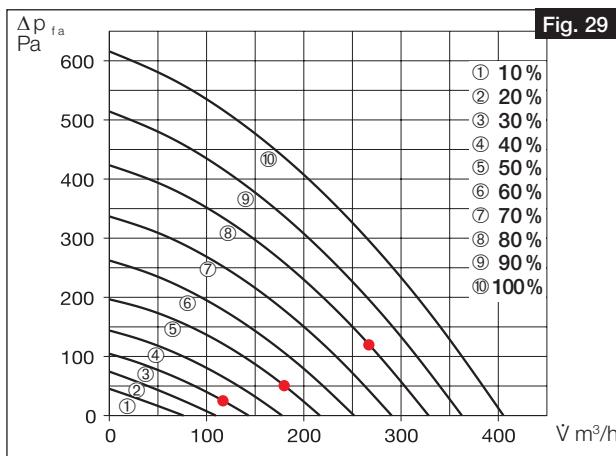

Fig. 29
4. Entrer les pressions différentielles déterminées de la mesure de l'air soufflé et extérieur dans la courbe caractéristique de l'appareil pour l'air soufflé (voir Fig. 23 et Fig. 25), en fonction des performances du ventilateur enregistrées dans le profil de ventilation (voir Fig. 28 et Fig. 29).
5. Entrer les pressions différentielles déterminées de la mesure de l'air extrait et rejeté dans la courbe caractéristique de l'appareil pour l'air extrait (voir Fig. 24 et Fig. 26), en fonction des performances du ventilateur enregistrées dans le profil de ventilation (voir Fig. 28 et Fig. 29).